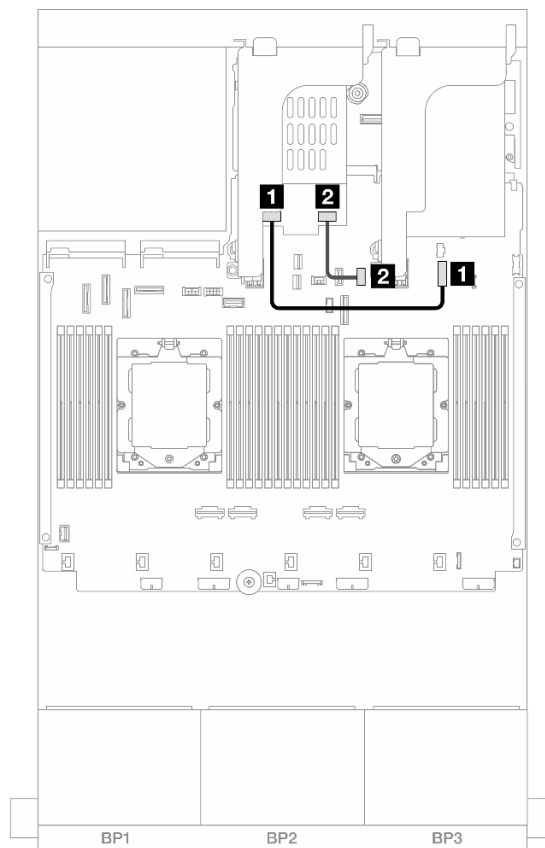

Figura 306. Roteamento de cabos SATA
- Figura 306 "Roteamento de cabos SATA" na página 320